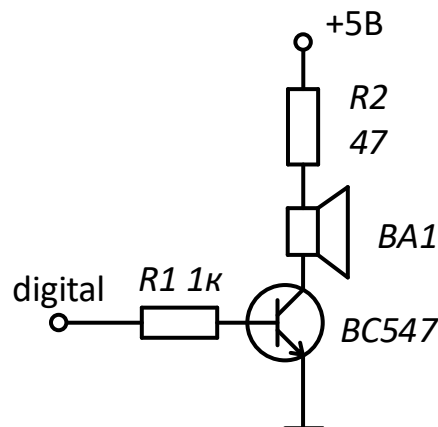

Рисунок 13.2 — Схема підключення звукового випромінювача до мікроконтролера через біполярний транзистор.
На пряму випромінювач звуку до Arduino підключати не можна, потрібен резистор мінімум на 200 Ом, але при цьому гучність звуку буде порівняно низькою. Тому доцільно використовувати транзистор, який може підсилювати струм (напругу) і в результаті збільшувати потужність, яку можна передати до навантаження. Типова схема ввімкнення транзистора наведена на рис. 13.2
2. Визначити резонансну частоту електромагнітного випромінювача звуку. Для цього зібрати схему згідно рис. 13.2 та підключити дві кнопки до цифрових виводів *Arduino* (не забуваємо про підтягувальні резистори!). Продемонструвати зібрану схему викладачу.
3. Що робить схема, зображена на рис. 13.2?